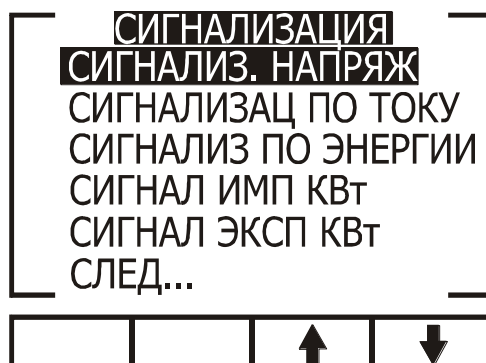

Рис. 38
3. Выберите необходимый тип сигнализации (по напряжению, по току и т. д.) (рис. 38):